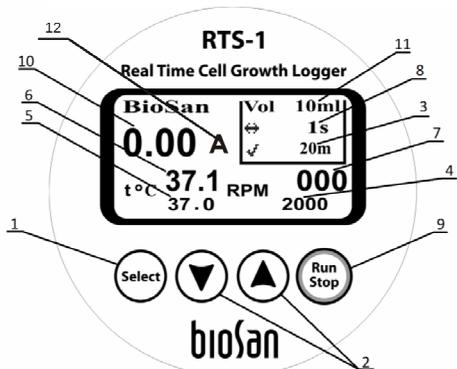

Abb. 2 Steuerung
- Stellen Sie den Volumenparameter des destillierten Wassers auf dem Display ein (Abb. 2/11).
- Drücken Sie die Taste **Run/Stop** (Laufen/Stop) (Abb. 2/9) (das Gerät startet die OD-Messung und beschleunigt dabei auf 2000 rpm).
- 5.4. Drücken Sie die Taste **Select** (Auswählen) (Abb. 2/1), um die zu ändernden Parameter auszuwählen (der aktive Parameter blinkt).
- 5.5. Stellen Sie mithilfe der Tasten ▲ und ▼ (Abb. 2/2) den gewünschten Wert ein (wenn Sie die Taste länger als 2 Sek gedrückt halten, ändert sich der Parameter schneller).
- 5.6. Es ist möglich, die Zeit zwischen den Messungen der optischen Dichte (Abb. 2/3), die Spinning-Geschwindigkeit (Abb. 2/4), die Temperatur (Abb. 2/5), die Zeit zwischen Reverse Spins (Abb. 2/8) und die Betriebszeit (Abb. 2/11) einzustellen. Die aktuellen Temperatur- und Geschwindigkeitswerte erscheinen auf dem Display (Abb. 2/6 und Abb. 2/7).
- 5.7. Drücken Sie die Taste **Run/Stop** (Laufen/Stop) (Abb. 2/9), um den Betrieb zu starten und zu beenden.
- 5.8. Drücken Sie die Taste **Run/Stop** (Laufen/Stop) (Abb. 2/9), um den Betrieb zu beenden.
Das Beenden des Betriebs beendet nicht den Heizvorgang. Um den Heizvorgang zu beenden, muss die eingestellte Temperatur manuell gesenkt werden, bis die Anzeige OFF (Aus) erscheint (Abb. 2/5).